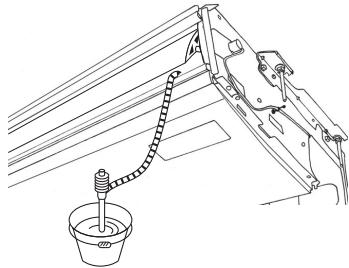

Fig. 5-3
1. Zamocować złącze kielichowe ⑤ dostarczone z urządzeniem na króćcu spustowym w urządzeniu za pomocą taśmy PCW.
2. Przymocować osłonę złącza ⑥ dostarczoną z urządzeniem do złącza kielichowego ⑤.
3. Przymocować zewnętrzną rurę spustową (VP-20) do złącza kielichowego ⑤ taśmą PCW.
4. Owinąć osłonę rury spustowej ⑦ dostarczoną z urządzeniem. (zakleić łączenia)
- (A) Taca na skropliny
- (B) Rura spustowa
- (C) Osłona złącza
- (D) Złącze kielichowe ⑤
- (E) Osłona rury spustowej ⑦
- (F) Długość wsunięcia 37 mm
5. Sprawdzić prawidłowy odpływ. (Fig. 5-3).